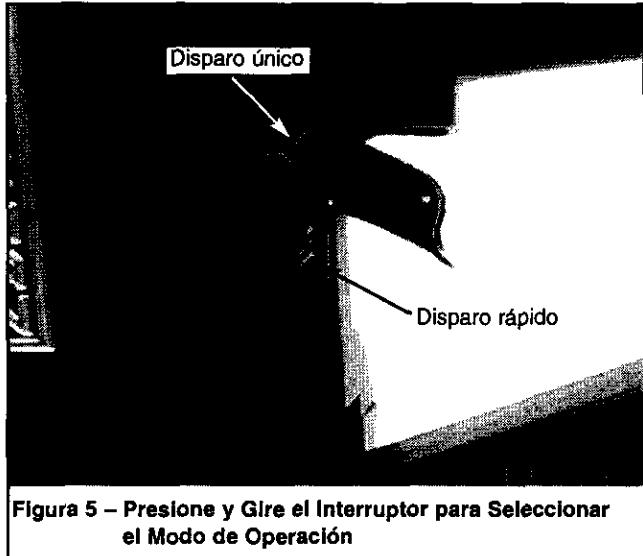

Figura 5 – Presione y Gire el Interruptor para Seleccionar el Modo de Operación
- La herramienta viene equipada con un interruptor giratorio que puede ajustarse a modo de disparo rápido o a modo de disparo único (véase la Figura 5). Cuando se ajusta el interruptor en el modo de disparo único, la herramienta no impulsará un segundo sujetador hasta que se suelte el gatillo por completo y se vuelve a tirar de él.